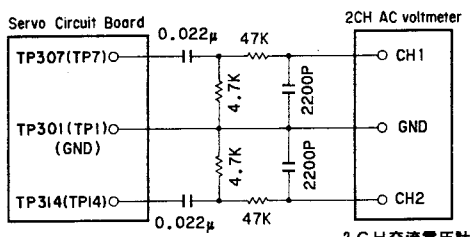

Fig. 4
- ③ Connect the test filter and two CHANNEL AC voltmeter to the Servo circuit board as shown in fig. 4 (CH1 = TP307, CH2 = TP314 and GND = TP301)
- ④ Select Mode 5 (ref. page 14).
- ③ Fig. 4 の様にサーボシートにフィルターとACボルトメーター (2ch) を接続する。
- ④ MODE 5 にする。